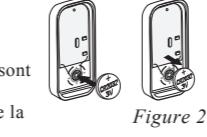

Figure 2
2. Installez ou remplacez la pile (reportez-vous à la figure 2)